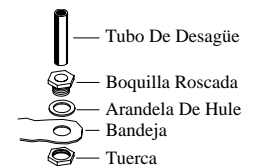

Fig. 3
- **La instalación del montaje de desagüe.** Quite la tuerca y pase la boquilla por el agujero de la bandeja, colocando la arandela de hule entre la bandeja y la cabeza de la boquilla (véase fig. 3). Coloque la tuerca en la boquilla y atornillela hasta que quede apretada contra la parte inferior de la bandeja. Inserte el tubo de desagüe en la boquilla para retener el agua. El tubo de desagüe se puede quitar para desaguar el agua de la bandeja cuando sea necesario. Se puede conectar una manguera de jardín a la boquilla para desaguar el agua hacia otra parte.